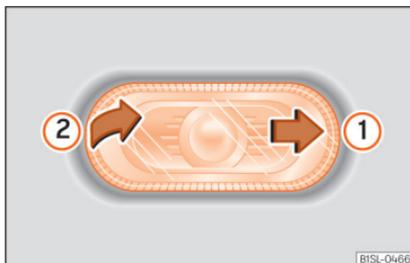
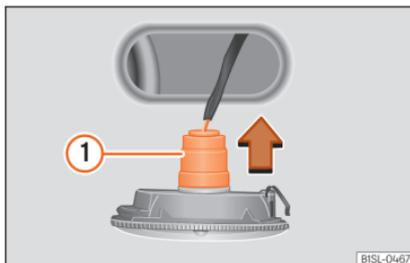

Abb. 56 Seitliche Blinkleuchte ausbauen.
Abb. 57 Seitliche Blinkleuchte: Glühlampentausch.
- Mit einer Hand die seitliche Blinkleuchte nach hinten schieben »» **Abb. 56** ①.
- Die seitliche Blinkleuchte aus der Karosserie heraushebeln ②.
- Lampenhalter mit der Glühlampe in Pfeilrichtung »» **Abb. 57** ① herausziehen.